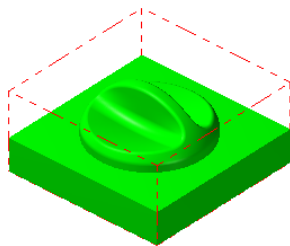

图 10.1.3 显示工件
Step4. 单击“机床群组属性”对话框中的 **✓** 按钮，完成工件的设置。此时零件如图 10.1.3 所示，从图中可以观察到零件的边缘多了红色的双点画线，双点画线围成的图形即为工件。